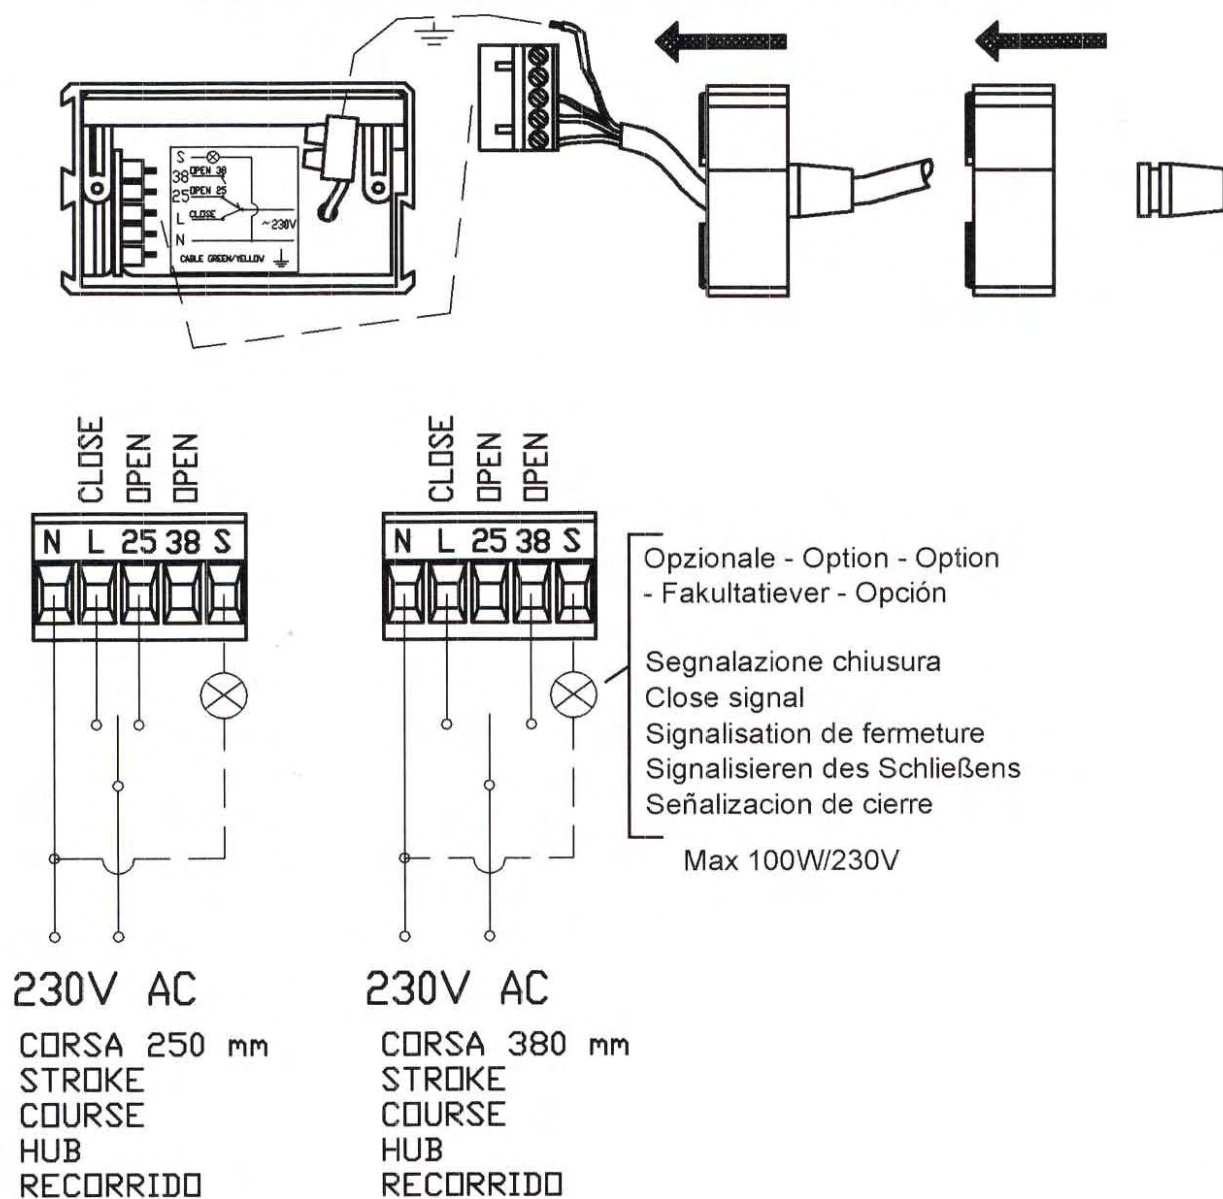

Fig. 2
- Contrôler que le fonctionnement est correct et que les fins de course d'ouverture et fermeture interviennent correctement quand on alimente l'actionneur. Pour s'en assurer: utiliser un testeur pour vérifier l'absence d'absorption de courant. Pour contrôler le fin de course de fermeture, il est possible de connecter une lampe à la borne Fig. 2; contrôler que le positionnement mécanique respecte les cotes indiquées Fig. 3-4 "ATTENTION"; régler le fin de course de fermeture à l'aide de le tirant fileté "6" avant d'alimenter électriquement l'actionneur (l'actionneur est fourni avec la chaîne complètement rentrée et avec le microrupteur de fin de course actionné).
- Prüfen Sie, ob das Stellglied nach Einschalten der Stromversorgung zufriedenstellend arbeitet und die Endschalter des Öffnungs- und Schließprozesses korrekt auslösen. Um dies sicherzustellen: Verwenden Sie einen Tester um sich zu vergewissern, dass die elektrische Stromaufnahme unterbrochen wurde; zur Überprüfung des Schließ-Endschalters kann eine Glühlampe an die Klemme angeschlossen werden (Abb. 2); überzeugen Sie sich, dass die mechanische Positionierung in der korrekten Höhe erfolgt (Abb. 3-4) „ACHTUNG“; Regulieren Sie den Schließ-Endschalter über die Augenschraube “6”, bevor Sie das Stellglied mit elektrischem Strom versorgen (das Stellglied wird mit komplett eingefahrener Kette und betätigtem Mikroendschalter geliefert).
- **Comprobar que, alimentando el actuador, el funcionamiento sea normal y que actúen correctamente los finales de carrera de apertura y cierre. Para estar seguros de ello: utilizar un tester para registrar que el consumo eléctrico haya cesado; para registrar el final de carrera en cierre es posible poner una bombilla en el borne Fig. 2; comprobar que la colocación mecánica respete las cotas indicadas Fig. 3-4 “ATTENTION”; ajustar el final de carrera en cierre con el tornillo roscado “6” antes de alimentar eléctricamente el actuador (el actuador es suministrado con la cadena completamente reentrada y con el microinterruptor de final de carrera accionado).**
- Installare l'attuatore tramite le staffe (1 e 2) e verificare la chiusura del serramento agendo sul tirante filettato (6).
- Effettuare il collegamento elettrico attenendosi allo schema elettrico (Fig. 2).
- Verificare eventualmente il funzionamento dei microinterruttori di fine corsa tramite la "Segnalazione di chiusura" ed eventualmente regolare agendo sul tirante filettato (6).
- Install the actuator with the brackets (1 and 2) and check for the closure of the window acting on the threaded stay bolt (6).
- Make the electric connection following the wiring diagram on (Fig. 2).
- Check for the correct operation of the limit microswitches, if necessary, with the "Close signal" and make any necessary adjustment by acting on the threaded stay bolt (6).
- Installer le moteur avec les étriers (1 et 2) et contrôler la fermeture de la fenêtre en agissant sur le tirant fileté (6).
- Effectuer le branchement électrique en suivant le schéma (Fig. 2).
- Vérifier, éventuellement, le fonctionnement des micro-interrupteurs de fin de course en utilisant le "Signalisation de fermeture" et éventuellement régler en agissant sur le tirant fileté (6).
- Installiere den Kettenantrieb mit den Konsolen (1 und 2), dann den Verschluss des Fensters durch die Augenschraube (6) kontrollieren.
- Elektrische Anschlüsse gemäss dem Schaltplan (Abb. 2) durchführen.
- Prüfen ob die Mikro-Endschalter funktionieren mit "Signalisieren des Schliessens" und durch die Augenschraube (6) regulieren.
- Instalar el accionamiento con las piezas 1 y 2 y compruebe que el cierre de la ventana se efectua correctamente regulando el tornillo roscado (6).
- Hacer la instalacion electrica teniendo en cuenta el esquema electrico (fig.2).
- Comprobar eventualmente que el correcto funcionamiento del microinterruptor de final de recorrido transmite la "señalización de cierre" y eventualmente regular actuando sobre el tornillo roscado (6).